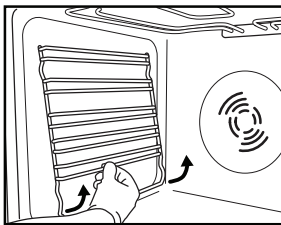

Fig. 3
1. Fjern ovnribberne i siderne (Fig. 3).